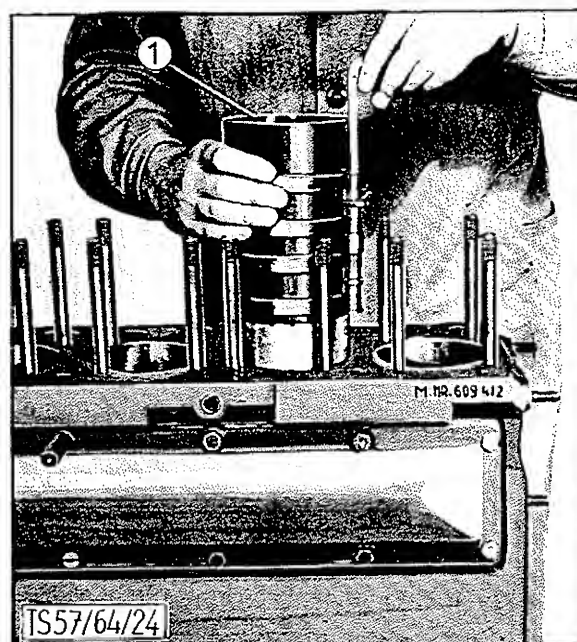

BILD 29: Manschettenzange
- 4 Laufläche der Zylinder mit Motorenöl schmieren. Kolben mit Pleuelstange in den dazugehörigen Zylinder einbauen (Numerierung beachten). Man verwende dazu eine Manschettenzange Rk 258 (Bild 29).